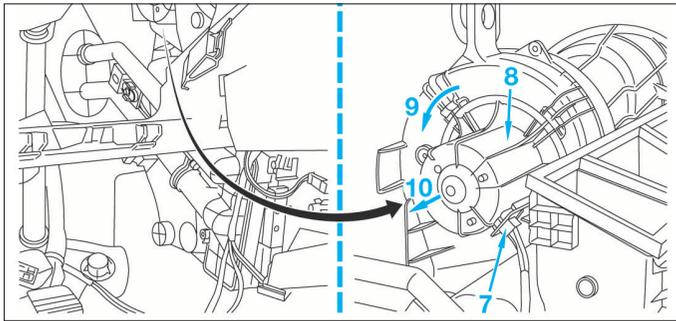

FIG. 13
- Déposer la garniture de plancher (6).
- Débrancher le connecteur (7) du motoventilateur (8) (Fig.13).
- Effectuer une rotation dans le sens antihoraire (9) au motoventilateur pour le libérer de ses clips de maintien.
- Déposer le motoventilateur par simple traction en le tirant dans l'axe (10).